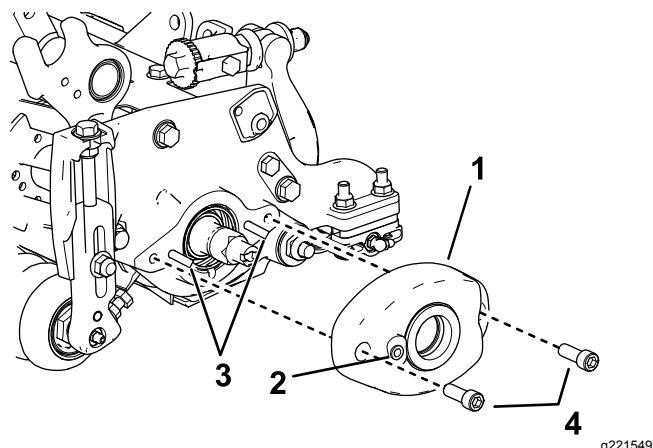
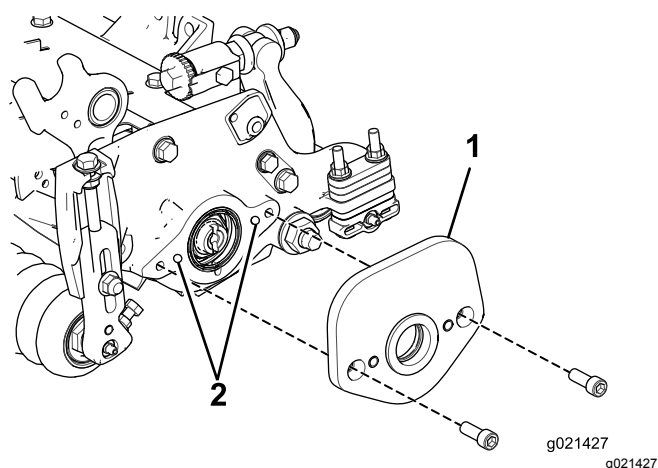

Figura 10
Figura 11
16. Montate l'alloggiamento della spazzola per rullo sull'alloggiamento del cuscinetto del cilindro con 2 bulloni a esagono incassato ($\frac{3}{8}$ " x 1") (**Figura 10** e **Figura 11**). Posizionate l'alloggiamento della spazzola per rullo in modo che l'O-ring sia posizionato verso l'apparato di taglio.